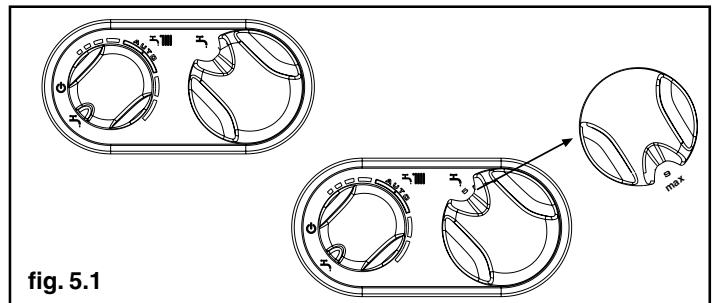

fig. 5.1
- colocar el selector de función en verano “☀” fig. 5.1) y el selector de temperatura del agua caliente sanitaria en el valor máximo (fig. 5.1).